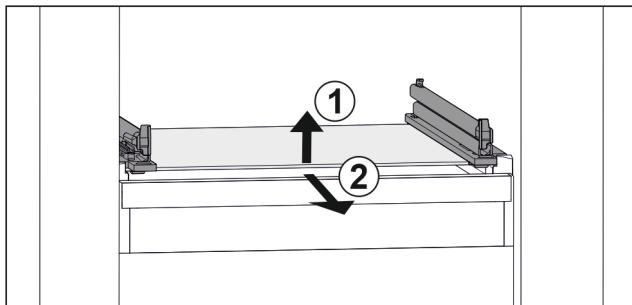

Fig. 137 Príklad zobrazenia sklenej dosky
- Nadvihnite sklenenú dosku vpred. Fig. 137 (1)
- Odoberte sklenenú dosku dopredu. Fig. 137 (2)